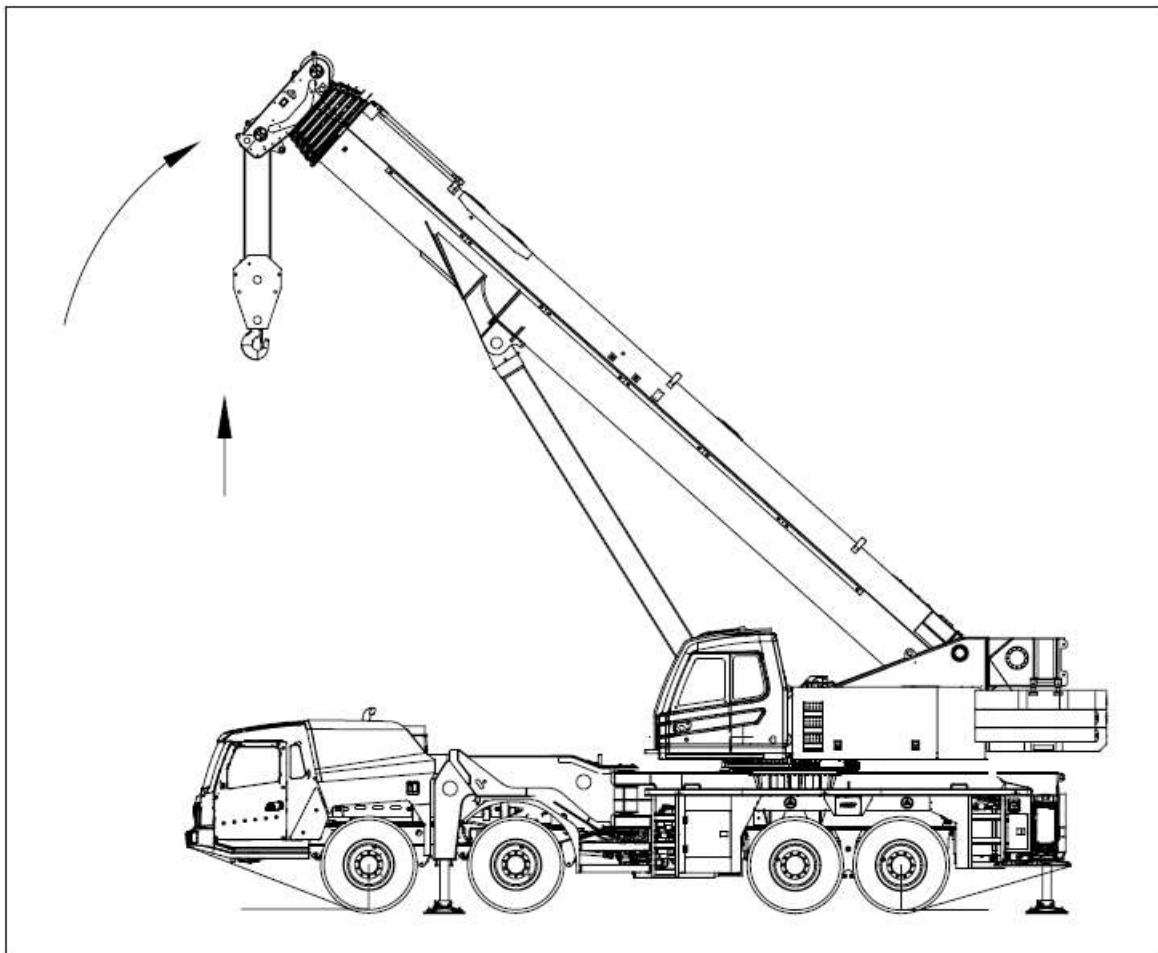

Fig.4-3.2 Retraia o cabo de aço quando a lança estiver
4) Eleve a lança lentamente e retraia o cabo de aço para o bloco de gancho principal. Se certifique que o bloco do gancho não colidirá com o suporte da lança. Veja Fig.4-3.2.